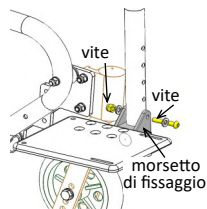

fig. 7.1: Regolazione altezza
* Versione estraibile (fig. 7.1):